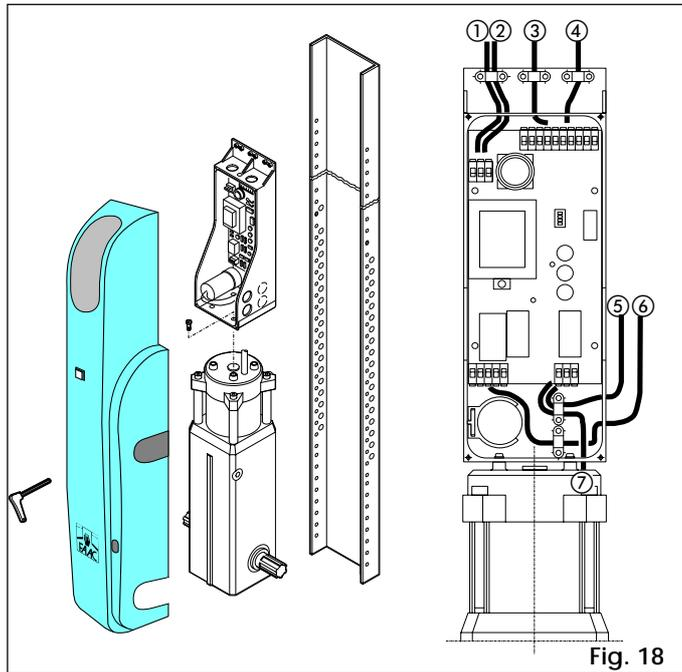

Fig. 18
- Con el eje de rotación abajo (Fig. 18) El soporte de la tarjeta se fija a la tapa del motor eléctrico con 4 tornillos.